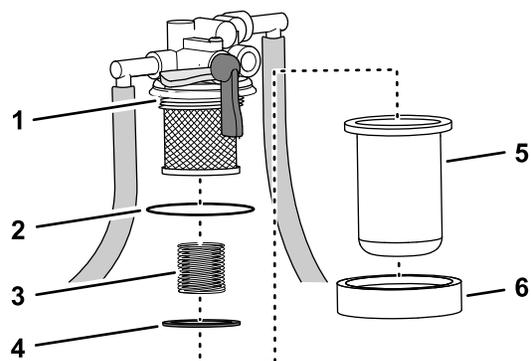

図 68
3. フィルタヘッドについている Oリングの状態を点検する 図 68。
5. スプリングとフロートをボウルに組み付ける 図 68。
6. フィルタヘッドにボウルとナットを取り付けてナットを手締めする 図 68。
1. 燃料フィルタボウルの下に回収容器を置き、ボウルのナットを外してフィルタヘッドからボウルを外す 図 68。